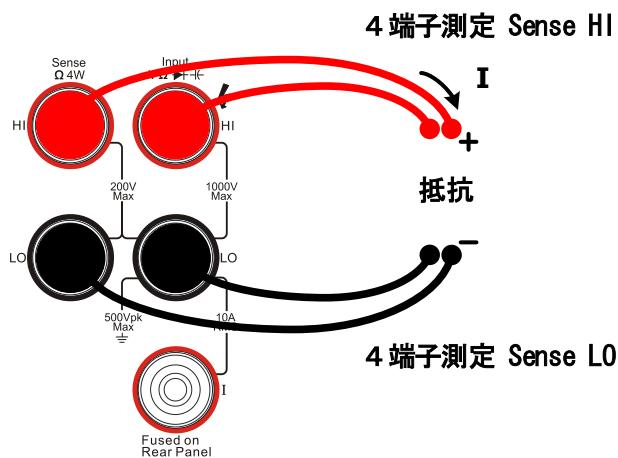

図 2-20 結線図
1. 図 2-20 のように赤色テストリード線を「Input HI」端子と「Sense HI」端子に、黒色テストリード線を「Input LO」端子と「Sense LO」端子に接続します。